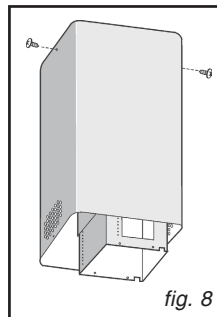
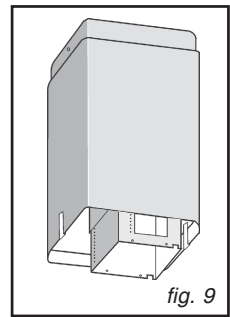

fig. 8
fig. 9
- Oberes Rohr (mit runden Löchern) so in die Teleskopstruktur einstecken, dass die Löcher sich unten befinden; Rohr mit 2 Schrauben am Bügel befestigen (Abb. 8). Unteres Rohr auf dieselbe Weise einstecken; Nach oben schieben und in dieser Position mit Klebeband befestigen (Abb. 9).
- Oberes Rohr (mit runden Löchern) so in die Teleskopstruktur einstecken, dass die Löcher sich oben befinden; Rohr mit 2 Schrauben am Bügel befestigen (Abb. 13). Unteres Rohr auf dieselbe Weise einstecken; Nach oben schieben und in dieser Position mit Klebeband befestigen (Abb. 9).